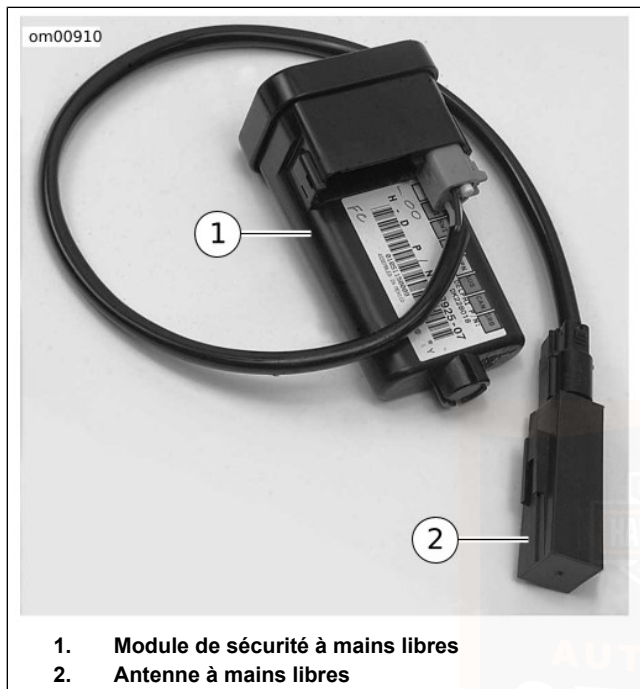

Figure 18. Module de sécurité avec antenne
Voir la Figure 18. Le système de sécurité Smart de Harley-Davidson (H-DSSS) inclut un module de sécurité à mains libres (HFMS) (1) et une antenne à mains libres (2) montés sur la moto, et un porte-clés à mains libres **conservé** par le conducteur/passager.